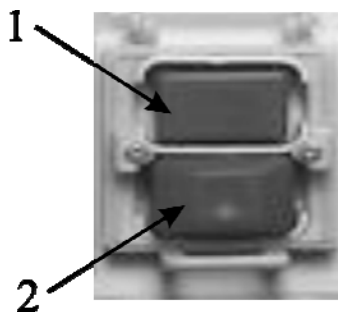

Рисунок 8.
Включается станок с помощью нажатия зелёной кнопки (1), а выключается нажатием красной кнопки (2) см. рис. 8. Ниже блока управления станком находится выключатель местного освещения. Лампа местного освещения устанавливается снизу в сверлильную головку.